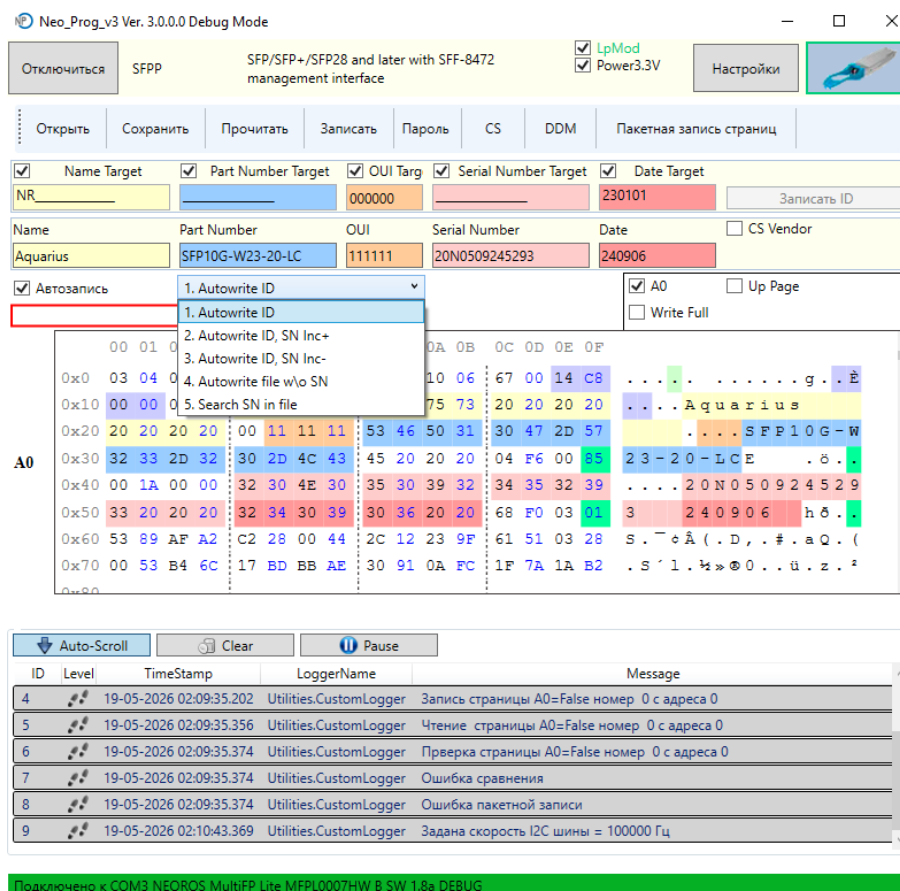

Рисунок 10 - Автозапись
7. Автозапись (Рисунок 10). При включении в настройках программы авто записи появляется возможность реализации определенных алгоритмов